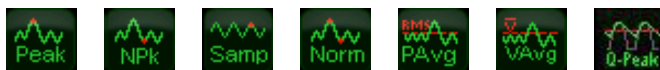

图2-6
- 所选择的检波方式在屏幕左侧状态栏中都有参数图标与之对应，如图2-6所示：